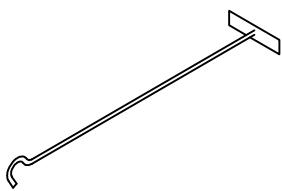

Fig. 7
- Demonteer het rookgasafvoerschot ① door hot op te lichten en naar voren te trekken (**Afb. 7 of 8**).